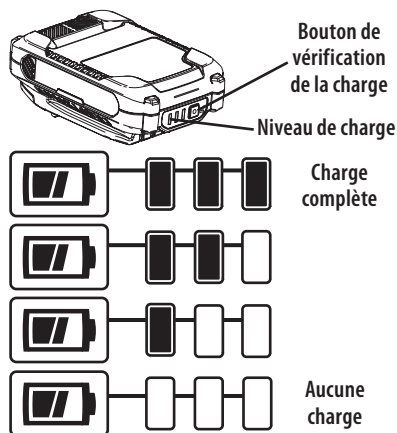

Figure 34
1. Pressez sur le bouton sur le devant de la batterie pour vérifier le niveau de charge. Voir Figure 34.